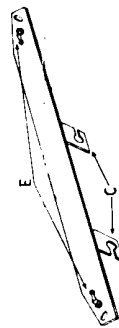

Abb. 1 Wechselrichteraufhängebügel für D 56
Bei dem Gerät D 56 wird nach Abnahme der Rückwand die Befestigungsschiene (Abb. 1) nach Lösen der beiden Schrauben (E) abgenommen. (Sofern die Schiene nicht eingebaut ist, fordern Sie diese bei unserem nächsten Lager an.) Den auseinandergezogenen Wechselrichter (vorher Kordelschrauben [A] lösen) mit dem gummigepalsterten Anhängelbolzen in die Bügel (C) einhängen, Wechselrichter ineinanderschieben (siehe Abb. 1) und mittels Kordelschrauben vorn und hinten wieder befestigen. Schlitz und Schraubenloch müssen sich decken.